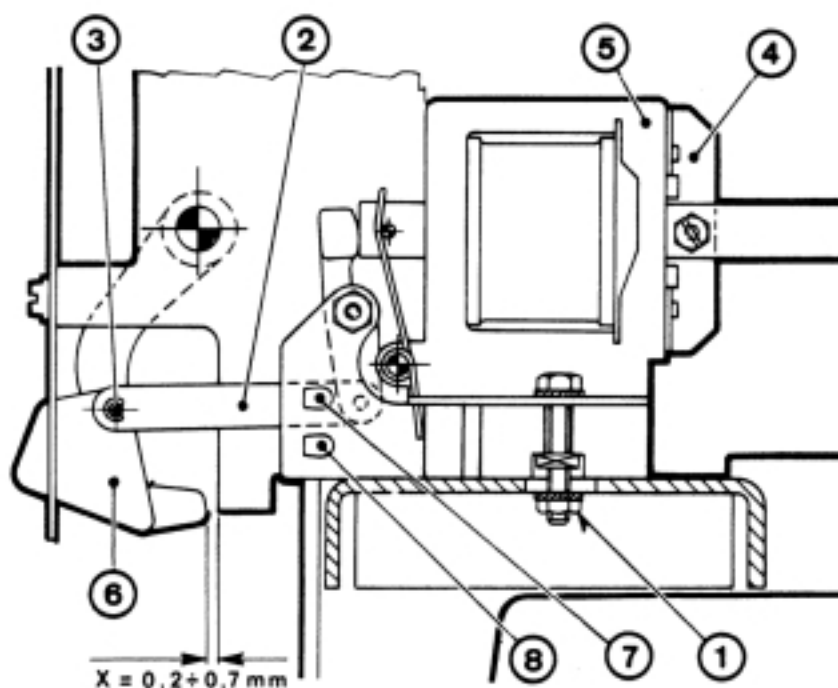

Fig. 22
**8. APPLICAZIONE DELLO SGANCIATORE DI CHIUSURA (fig. 22)**
**8. FITTING OF CLOSING RELEASE (fig. 22)**